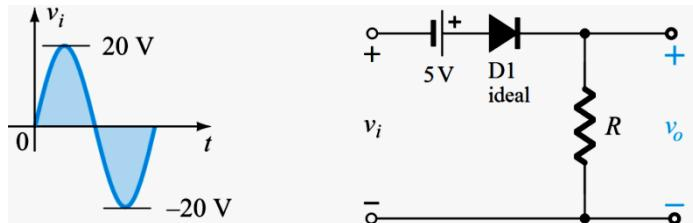

Figura 1.142 – Circuito Ceifador série (BOYLESTAD e NASHELSKY, 2004).
►► Exemplo 26 – Determinar a forma de onda de  $v_o(t)$  para o circuito ceifador da Figura 1.142.